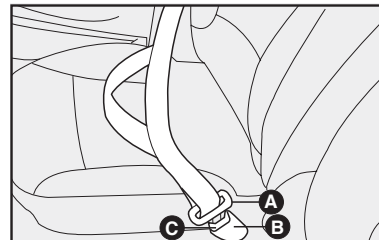

fig. 11
- fig. 11 (para los puestos delanteros)